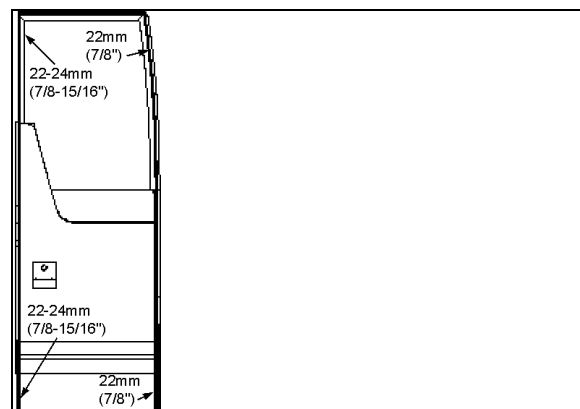

FIGURE 25 : AJUSTEMENT DE LA COMPRESSION DU JOINT
- Depuis l'extérieur du véhicule, insérer un bord droit dans le trou le long du périmètre extérieur de la porte. Mesurer la distance entre l'encadrement de porte et la surface extérieure de la porte aux quatre coins de la porte (voir la figure 25).